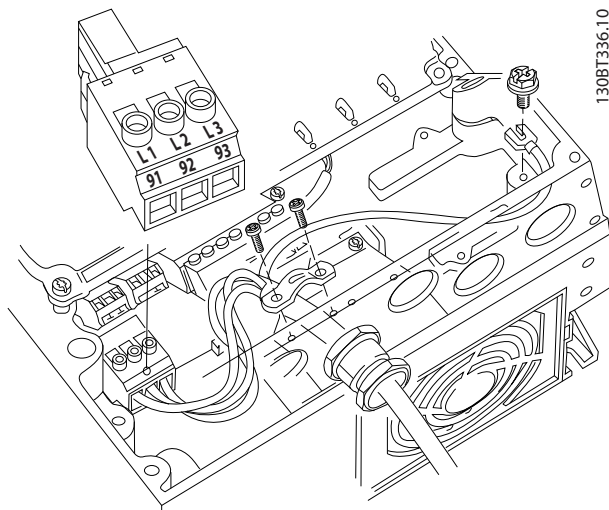

图 2.11 连接到交流主电源
- 将三相交流输入电源线路连接到端子 L1、L2 和 L3 上（请参阅图 2.11）。